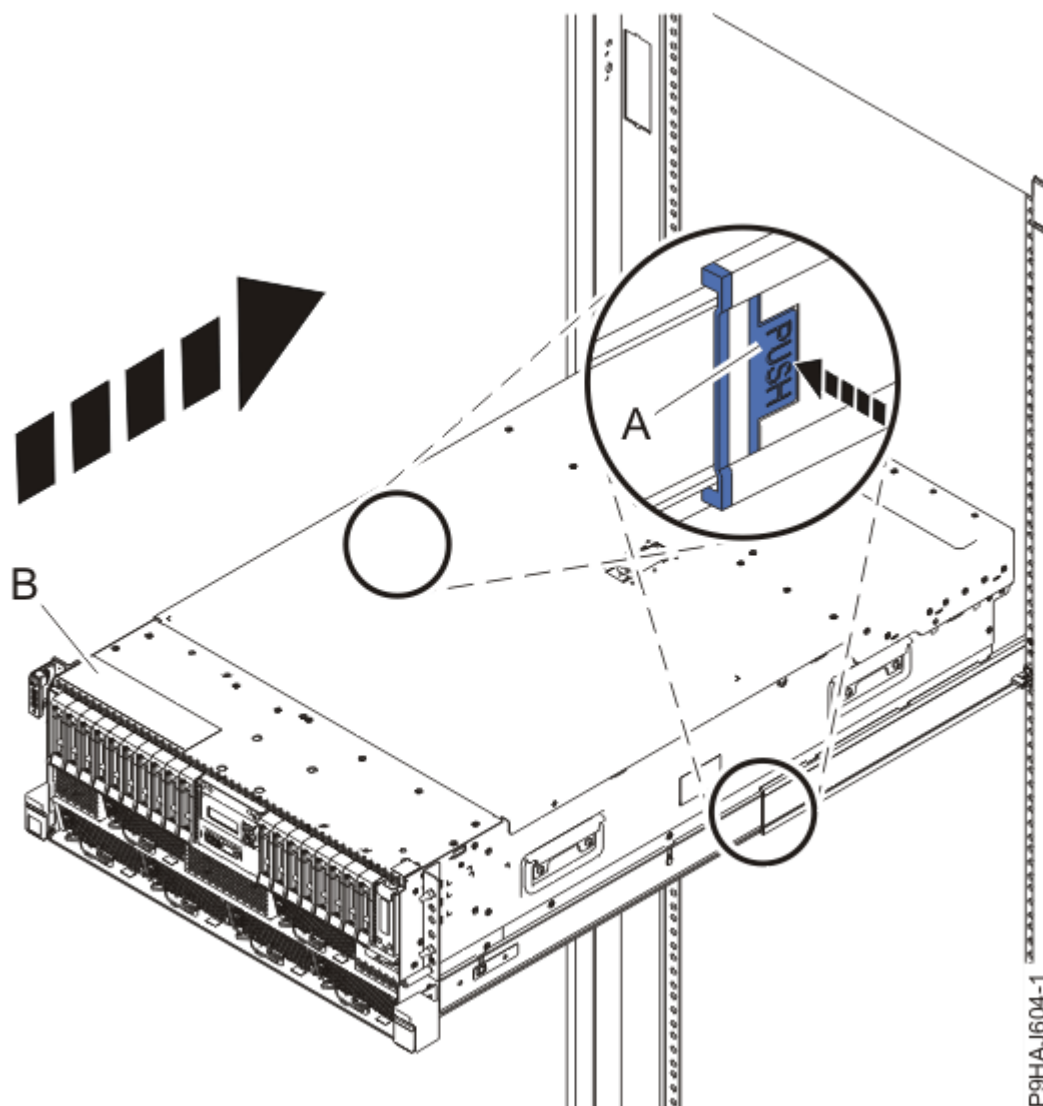

Figura 83. Colocación del sistema en la posición operativa
2. Para un sistema montado en bastidor, desbloquee los pestillos de seguridad de color azul de los rieles **(A)**, tal como se muestra en la Figura 83 en la página 91 presionándolos hacia dentro.